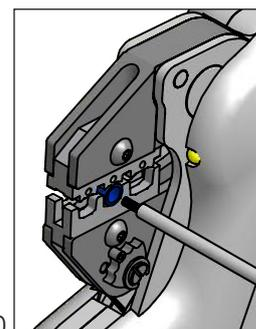

Bild 10
8.3.1 Crimpeinsätze für isolierte und unisolierte Kabelverbinder und Aderendhülsen, Stoßverbinder, Koax-Verbinder, Westernstecker (Bild 10)